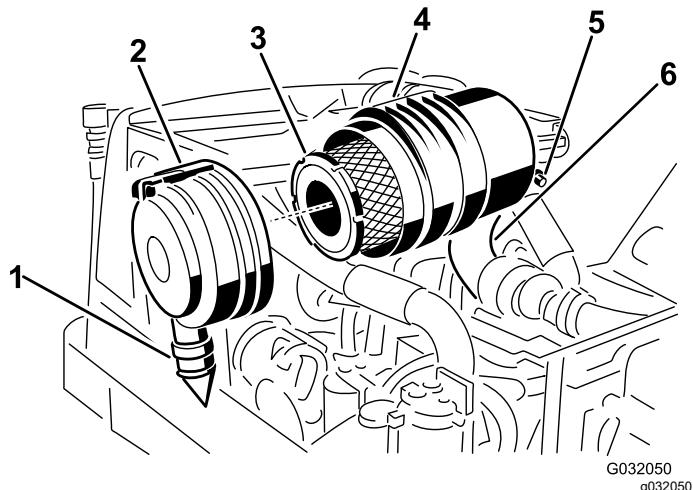

Bild 48
2. Entfernen Sie den Hauptfilter (Bild 48).
3. Wechseln Sie den Hauptfilter aus (Bild 48).
zwischen 17.00 Uhr und 19.00 Uhr (vom Ende her gesehen), und arretieren Sie den Riegel. Bild 48